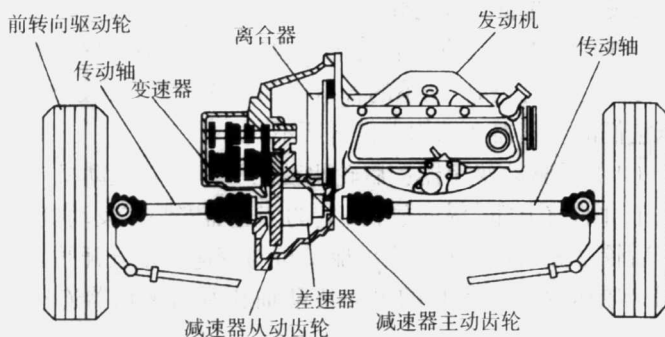

图 1-5 汽车前驱动示意图
(2) 前驱动变速器:前轮驱动的汽车,它的发动机和驱动轮均在前部,因此一般将变速器与驱动桥中的减速器和差速器装配成一个十分紧凑的整体,固定在车架上(见图1-5)。为区分后驱动变速器,我们一般将前驱动变速器称为变速驱动桥。